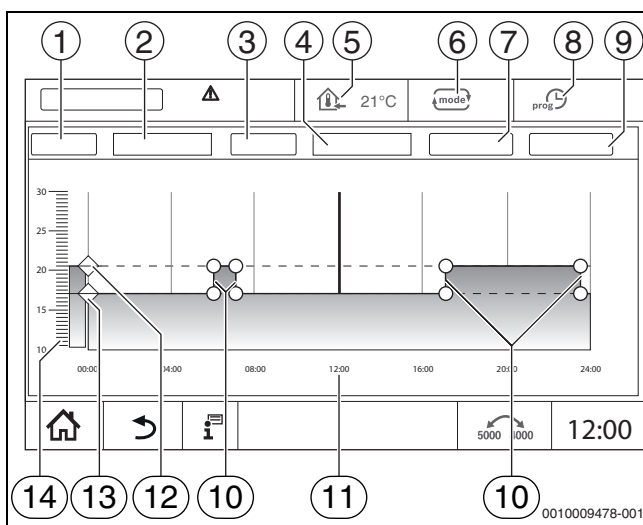

Bild 26 Zeitprogramm
- ▶ Symbol antippen, halten und auf die entsprechende Temperatur ziehen (→ Bild 26, [15], Seite 24).
- ▶ Symbol antippen und aus der Auswahlliste den Wochentag (→ Bild 26, [2], Seite 24) und das gewünschte Programm (→ Bild 26, [4], Seite 24) wählen.